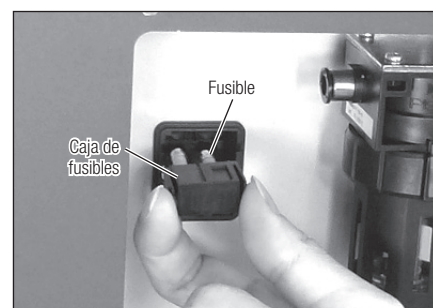

Fig. 30
- 3) Tire del fusible y extráigalo mientras aprieta los trinquetes de la caja de fusibles hacia dentro (Fig. 30).